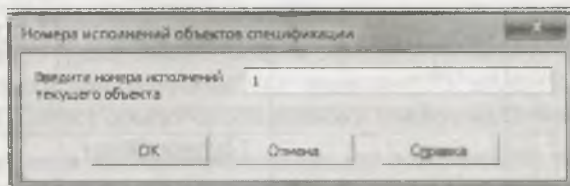

Рис. 15.10. Диалоговое окно Номера исполнений объектов спецификации
- ◆ деталь **Прокладка** имеет исполнения. Поэтому нажмите кнопку **Добавить исполнения** на панели **Объекты** — система выведет на экран диалоговое окно **Номера исполнений объектов спецификации** (рис. 15.10);